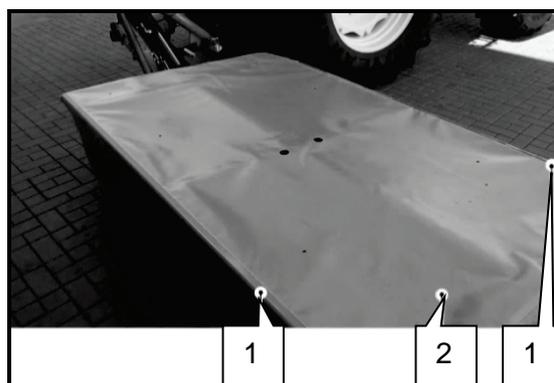

Fig. 131 Fijación de la lona protectora
- ➔ Para la sustitución de la lona protectora debe desenroscar los 3 tornillos de la pinza de protección roja (1) a ambos lados de la unidad segadora (consulte la Fig. 131).